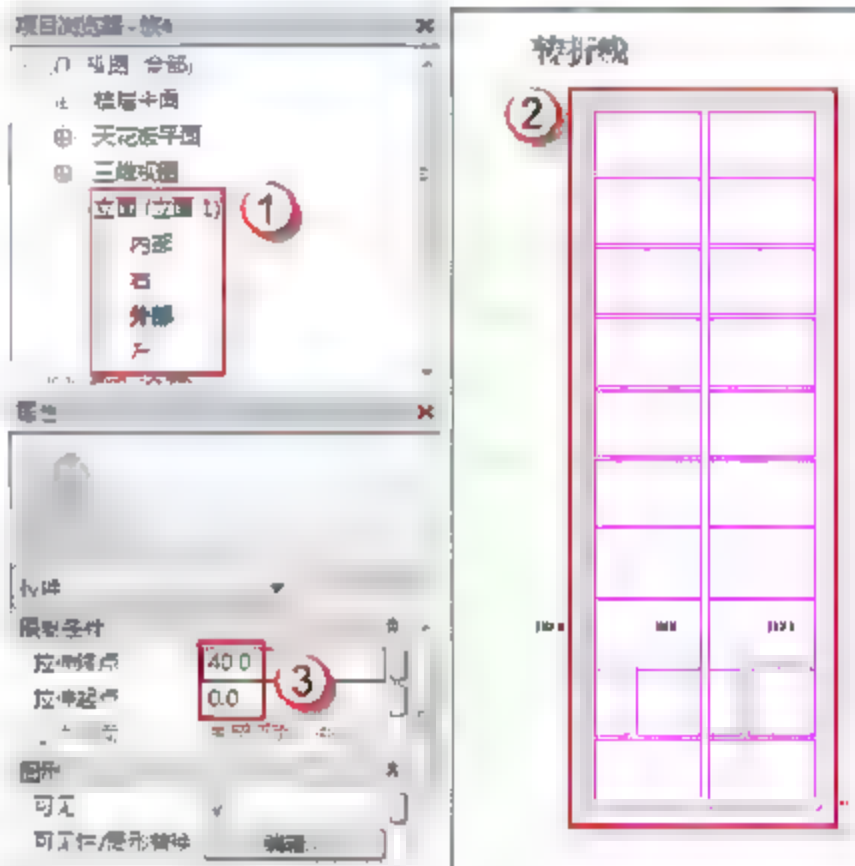

图 7.2.30 绘制窗框拉伸
(5) 绘制 MQ7196 窗框。选择“创建”→“拉伸”命令，进入“修改 | 编辑拉伸”界面，用菜单中的绘制工具绘制窗框，如图 7.2.30 所示。修改 MQ7196 窗框的位置及厚度，在“属性”面板中，在“拉伸终点”中输入“40”字样，在“拉伸起点”中输入“0”字样。完成后，单击√按钮完成绘制。